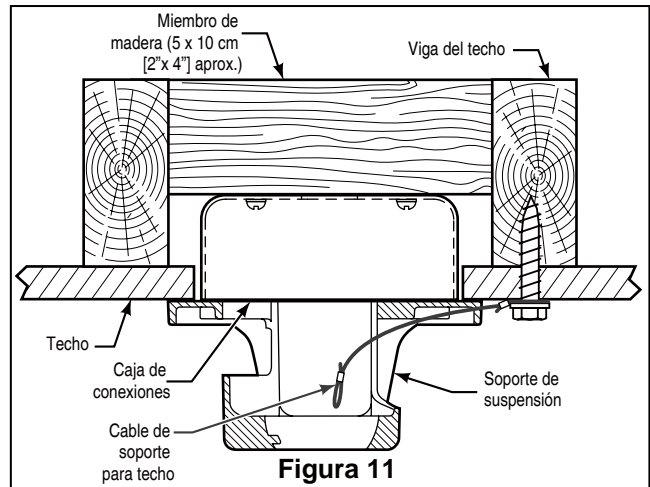

Figura 11
1. Fije bien la abrazadera para colgar a la caja de salida con los tornillos y las arandelas provistas con la caja de salida. (Figura. 11)
2. Perfore un orificio de 1/4" en la estructura del edificio para evitar grietas con la instalación del tornillo de intervalo. Utilice el tornillo de intervalo de 3/8"x 2" y la arandela plana para fijar el cable de seguridad a la viga del techo o a la estructura de madera. Dicho tornillo pasará a través de arandela plana, la presilla del cable de seguridad y se fijará en la estructura del edificio. (Figura. 11)
*NOTA: el cable de soporte para techo no se puede asegurar solamente a la caja de conexiones; se debe asegurar directamente a la viga de techo o miembro estructural con el tornillo de cabeza cuadrada de 3/8"x2" y la arandela plana. (Figura 11)*